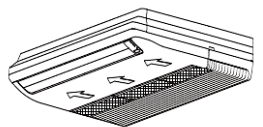

Fig.E3
1. Estrarre direttamente il filtro dell'aria dall'ingresso dell'aria come indicato nella Fig. E3.
3. Reinstallare il filtro dell'aria nell'ordine inverso rispetto alla Fig. E3.